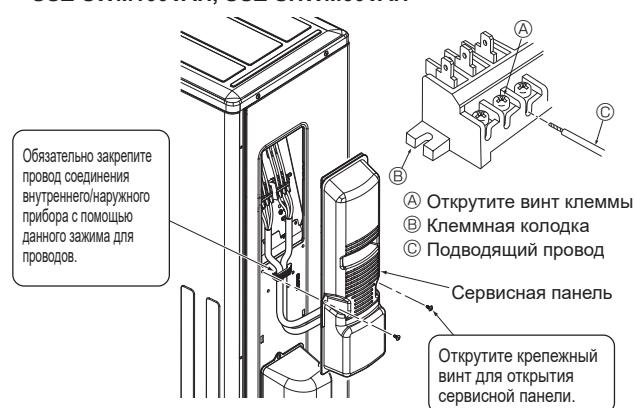
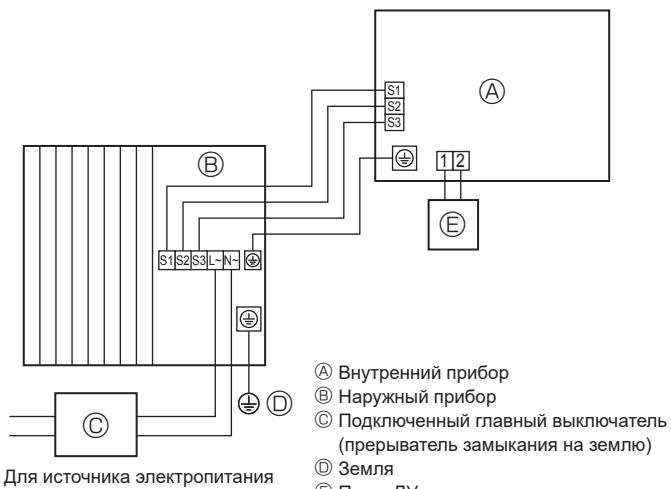

Fig. 6-3
Fig. 6-1
6.1. Наружный прибор (Fig. 6-1, Fig. 6-2, Fig. 6-3)
① Снимите сервисную панель.
② Проложите кабели в соответствии с Fig. 6-1, Fig. 6-2 и Fig. 6-3.